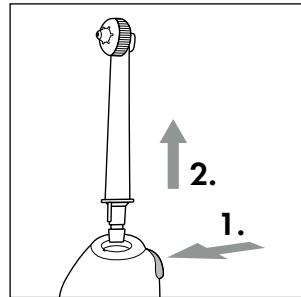

Fig. 3
- ◆ Pour retirer la canule **②** appuyez sur le bouton de déverrouillage **⑪** sur le manche **⑤** et retirez ensuite la canule **②** du manche **⑤** (voir fig. 3).